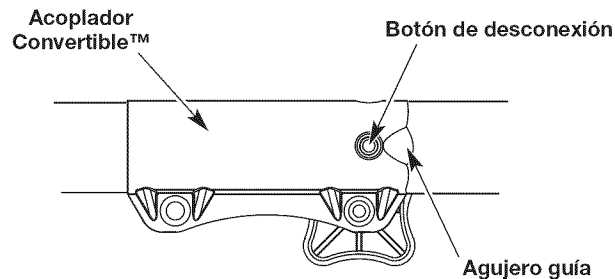

Fig. 9
NOTA: Alinear el botón de desconexión con el agujero guía facilitará la instalación (Fig. 9).
2. Oprima y sostenga el botón de desconexión (Fig. 9).